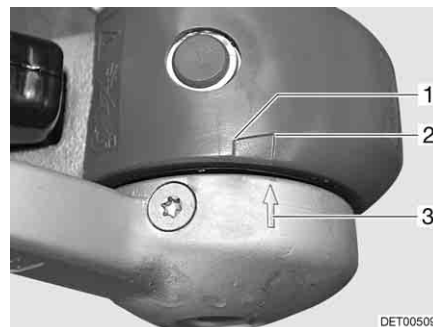

Fig. 177 Guarnizioni di attrito
- Se la freccia sul disco pressione (Fig. 177,3) si trova prima o alla superficie di marcatura (Fig. 177,2), le guarnizioni di attrito sono ancora allo stato nuovo.
- Se la freccia sul disco pressione si trova all'interno della superficie di marcatura (Fig. 177,1 a 2), le guarnizioni di attrito sono leggermente consumate.
- Se la freccia sul disco pressione si trova alla fine della superficie di marcatura (Fig. 177,1) o la supera, le guarnizioni di attrito sono consumate.